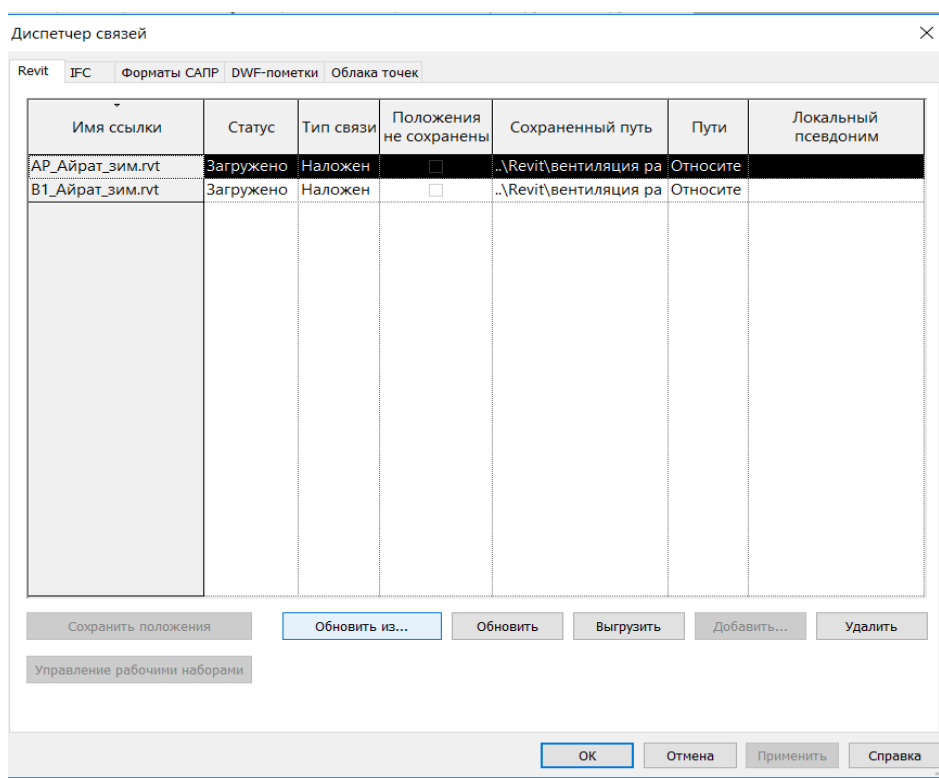

Рисунок 3.31. Восстановление необработанных связей в диалоговом окне "Диспетчер связей"
- В диалоговом окне "Диспетчер связей" (рис. 3.31) необходимо: